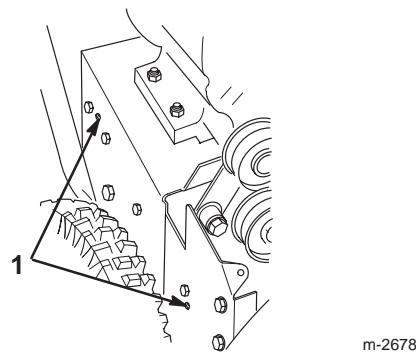

Bild 32
- 18.** Bringen Sie die beiden Schrauben an, mit denen das Schneckenbremselement befestigt wird. Achten Sie darauf, dass die Ansätze in die Löcher auf der linken Seite der Schneefräse kommen (Bild 32).
14. Bringen Sie die beiden Schrauben an, mit denen das Schneckenbremsarmelement befestigt wird. Achten Sie darauf, dass die Ansätze in die Löcher auf der rechten Seite der Schneefräse kommen (Bild 32).